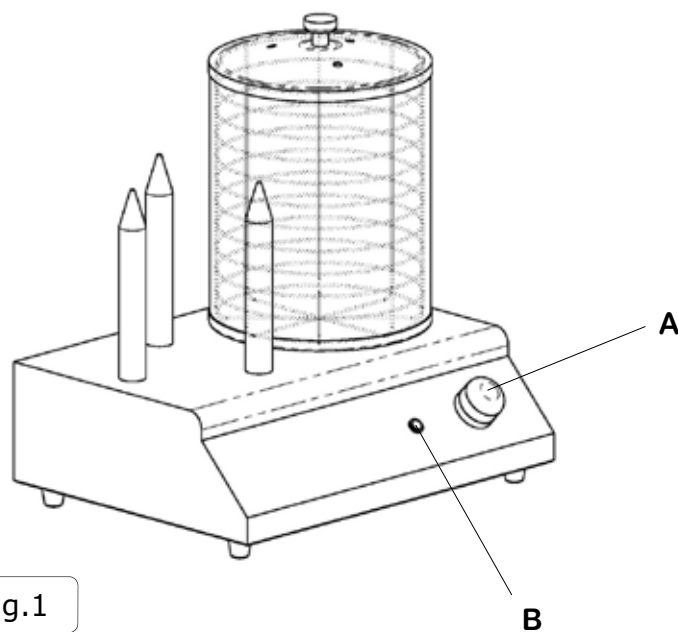

Fig.1
2. Turn the thermostat (A fig.1) until the temperature setting required is reached. The heating light (B fig.1) will come on and will go off when the set temperature is reached.
2. Faire pivoter le thermostat (A fig.1) jusqu'à le placer sur la température souhaitée. Le témoin lumineux s'allumera (B fig.1) et ne s'éteindra qu'une fois atteinte la température programmée.
1. Placer le thermostat (A fig.1) en position "0", et contrôler que la témoin lumineux de thermostat s'éteint (B fig.1).
- Schalten Sie das Gerät erst ein, nachdem Sie Wasser in den Edelstahlbehälter (Fig. 1 **C**) gegeben haben.
4. Füllen Sie Wasser in den Edelstahlbehälter (C), der sich unterhalb des Zylinders befindet.
5. Drehen Sie den Thermostatknebel (Fig. A) auf die gewünschte Temperatur. Die Kontrolllampe (B) leuchtet auf. Sie erlischt, sobald die eingestellte Temperatur erreicht ist.
7. Zum Ausschalten drehen Sie den Thermostatknebel (Fig. 1 A) auf Position (0) und vergewissern Sie sich, dass die Kontrolllampe erlischt (Fig. 1 B)